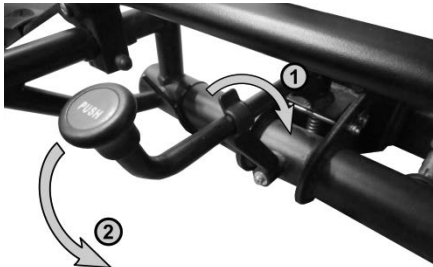

Figura 18: meccanismo di ribaltamento
Per aprire o accedere meglio al bagagliaio quando le biciclette sono montate sul portabiciclette, è possibile ripiegare il portabiciclette. Per fare ciò, occorre innanzitutto ruotare lateralmente la staffa di sicurezza ① del meccanismo di ribaltamento (figura 18). Con una mano mantenere la staffa a U oppure le biciclette (pericolo di lesioni dovute a un improvviso ribaltamento all'indietro del portabiciclette), con l'altra spingere verso il basso la leva di sbloccaggio ② del meccanismo di ribaltamento. Ora si può ribaltare il portabiciclette.